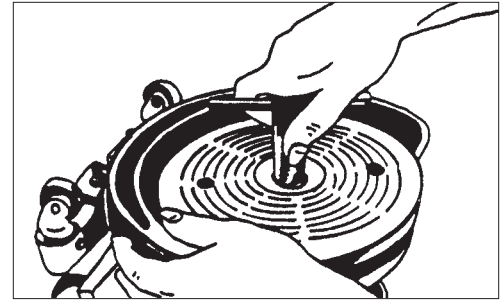

Рисунок 3
1. Чтобы установить или заменить абразивный материал, переверните машину вверх дном и поставьте ее на крышку двигателя. При помощи гаечного ключа, открутите винт и фиксатор абразива. Придерживайте полировальник, чтобы он не вращался, и поверните ключ. Смотрите рис. 3.